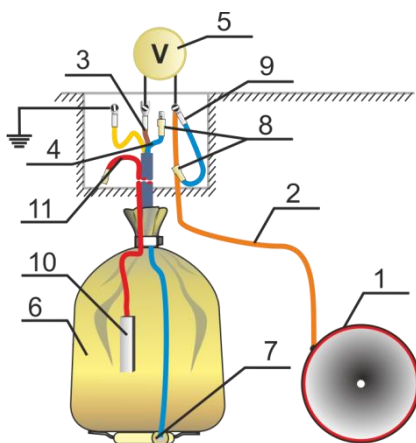

Рисунок 5 – Схема измерения разности потенциалов
8.1.1 Положительную клемму прибора присоединить к проводнику от трубопровода, отрицательную – к проводнику от электрода, разомкнуть перемычку (9) и проводник (4) от вспомогательного электрода с помощью разъема (8) (рис.5).